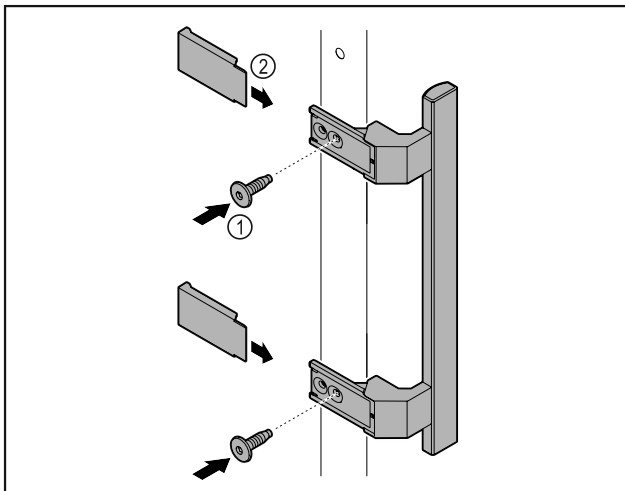

Fig. 5
- ▶ Fijar el tirador del empaque adicional a la puerta con los tornillos suministrados Fig. 5 (1).
- ▶ Colocar la cubierta Fig. 5 (2).